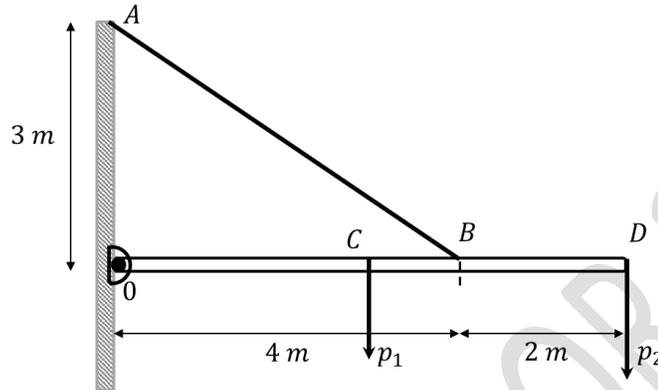

Fig. 4.24.
- $T = 662.5 \text{ (N)}$, $b) O_x = 573.7 \text{ (N)}$, $O_y = 771.3 \text{ (N)}$
- $\vec{F}_N = -440\hat{j} \text{ (N)}$, $\bar{x} = 1.56 \text{ (m)}$ $d) P_c(1.57, 2.1) \text{ (m)}$
4.13.- Una barra de peso $p_1 = mg$ y de longitud 6 m , está dispuesta de manera horizontal y con un pasador fijo en O. La barra está sujeta por una cuerda AB. En el extremo derecho D se aplica una fuerza $p_2 = 2mg$ como muestra la Fig. 4.24. Determinar: